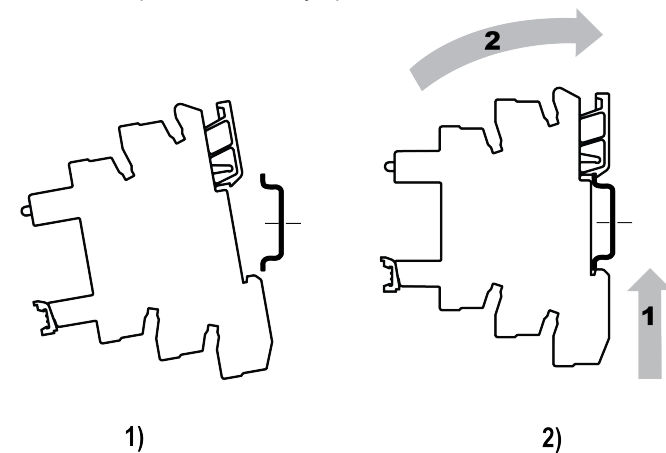

Рисунок 2 – Монтаж
2. Изделие прижать к DIN-рейке (см. *рисунок 2*).